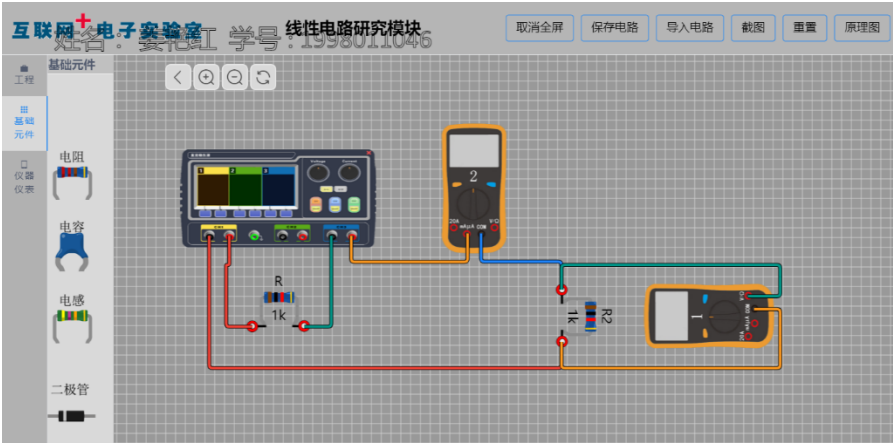

图 6-5 上交截图示例
(9) 点击图 6-4 右上角的“截图”会将目前页面上的工作电路保存成图片，并自动加载姓名和学号水印，请打印图片上交。截图时页面显示内容为电路连接方法，各元器件大小应如图 6-5 所示。实验中使用的**所有不同电路连接**都需上交截图，并在图上空白处标注此电路对应的测试内容，如图 6-5 应标注：**使用电流表外接法测量线性电阻伏安特性的电路。**